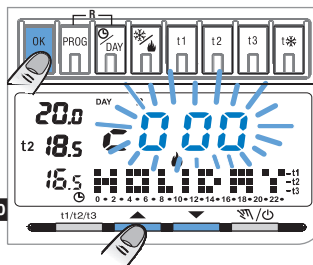

Fig.30
- Sul display apparirà: il giorno della settimana, il simbolo **c**, la scritta **HOLIDAY** (fissi) e le cifre **000** (lampeggianti) Fig.30.